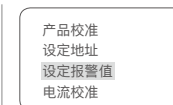
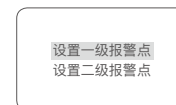

图 27
图 28
Step2 在图 6 中移动光标到设定地址：图 27；
Step3 在图 28 中按取消键回到图 27，按确定键进入图 29；
Step4 在图 29 中按取消键回到图 28，按确定键或 5 秒后进入图 30；
Step5 在图 30 中要求输入报警数值，注意数值范围参照所测气体高低报警点数值，按取消键回到图 28，此次报警值未设置成功；按确定键也进入图 28，但是此次报警值设置成功。